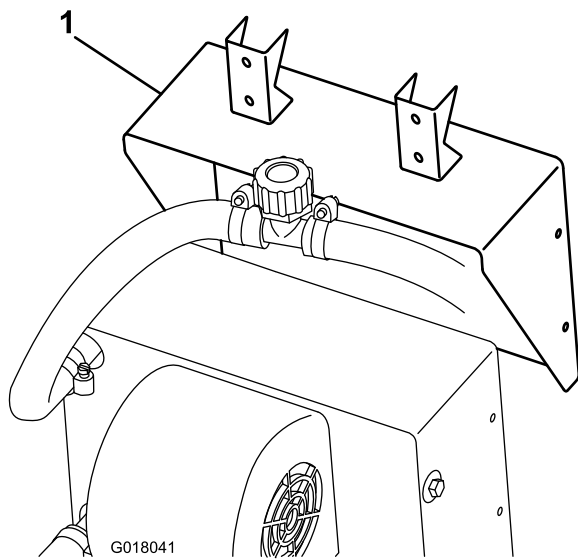

Figure 3
1. Fixez le support de chauffage au chauffage avec les vis fournies avec le chauffage (Figure 3).